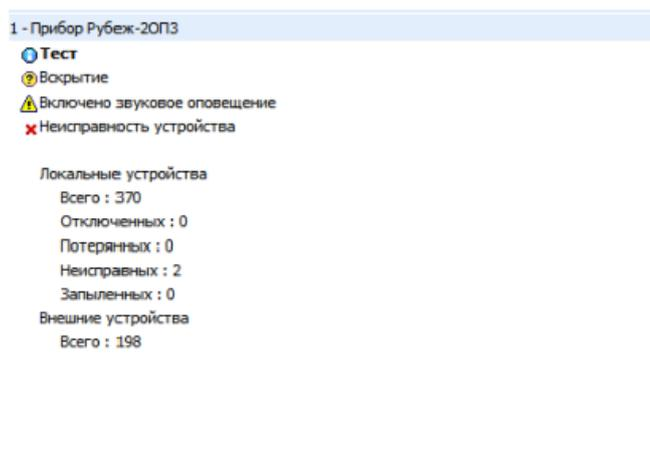

Рис. 13 Окно состояний устройств
2. Окно состояний устройств, в котором указано текущее состояние выделенного в дереве устройств устройства (Рис. 13). Если состояние выделено жирным шрифтом, то его можно сбросить вручную, остальные состояния сбрасываются автоматически. Сбросить вручную можно только состояния прибора: *Пожар*, *Тест*, *Системная неисправность*. Сбросить состояние можно двойным щелчком мыши по состоянию.